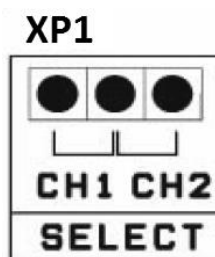

Рисунок 6 – Разъем «XP1»
2.3.2.3 В изделии предусмотрена возможность ручного выбора активного канала. Выбор активного канала осуществляется при помощи установки джампера на разъем «XP1», см. рисунок 6.